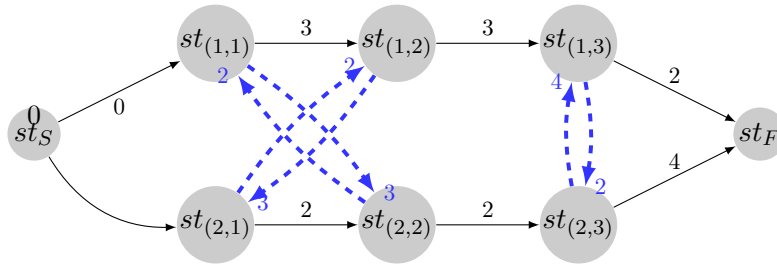

FIGURE 1 – Exemple de Job Shop
Les contraintes (2), (3) et (4) de ce problème peuvent être représentées par le graphe de la figure 1 sur lequel on a introduit les opérations fictives S et F . Dans ce graphe, un arc entre deux sommets $st_{(i,j)}$ et $st_{(i',j')}$, représentent la contrainte $st_{(i',j')} \geq st_{(i,j)} + l_{(i,j)}^{(i',j')} \Leftrightarrow st_{(i',j')} - st_{(i,j)} \geq l_{(i,j)}^{(i',j')}$ où $l_{(i,j)}^{(i',j')}$ est la valeur de la distance entre $st_{(i,j)}$ et $st_{(i',j')}$ (pour le problème étudié, cette distance vaut $p_{(i,j)}$). Les arcs représentés en trait plein représentent les contraintes (2) et (4) : ils traduisent les contraintes temporelles du problèmes et sont appelés arcs conjonctifs. Les arcs représentés en pointillé correspondent aux contraintes (3) : ils traduisent les contraintes de partage de ressources ; ils sont appelés arcs disjonctifs.